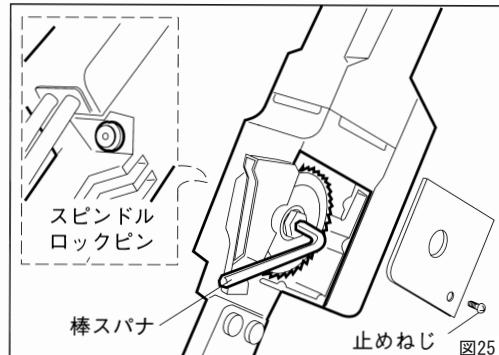

図25
- ①カバーの止めねじを外し、カバーを取り外します。
- ②スピンドルロックピンを押して、刃物の回転を固定しておきます。
- ③カッタ取付けボルトを付属の六角棒スパナで時計方向に回転させて刃物を取り外し、新しい刃物を取り付けます。(図25)